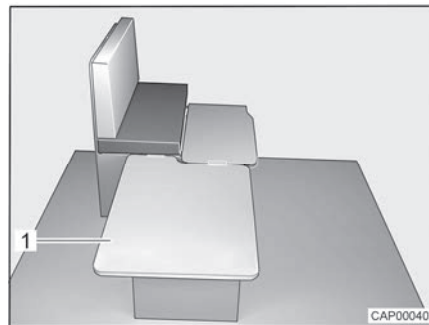

Fig. 54 Pendant la transformation
- Accrocher la planche amovible (Fig. 54,1) le long de la banquette et la poser sur la table.